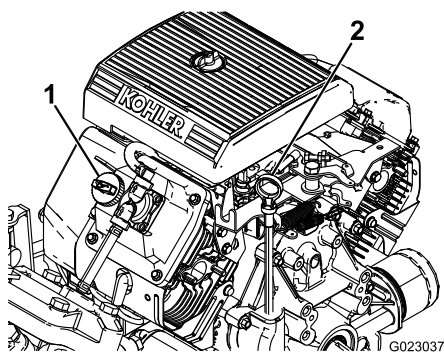

图37
2. 取出量油尺，用干净的抹布擦拭（图37）。将量油尺插入量油尺管道中，并确保它完全插入。取出量油尺并检查油位。
3. 如果机油油位较低，请从气门室盖（图37）上拆下加油颈盖，从开口处注入机油，直至油位达到量油尺上的“已满”标记。在此过程中应缓慢添加机油并不时检查油位。切勿过量添加。
8. 慢慢从加油颈（图37）注入规定油量的大约 80%。